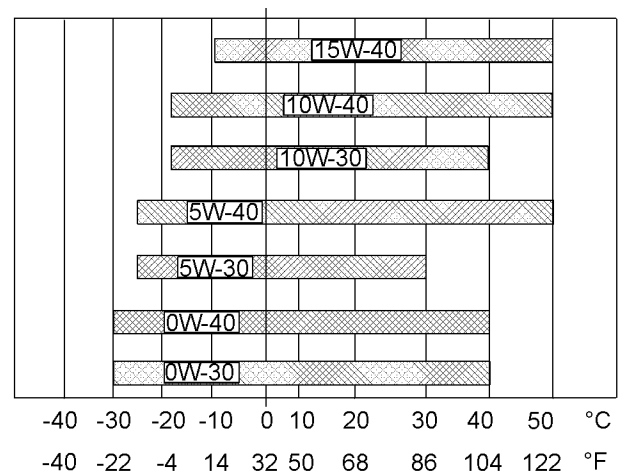

Abbildung 72
Informationen zur Bestimmung der erforderlichen Ölviskosität beim Starten eines kalten Motors sind der Abbildung 72 (Tiefsttemperatur) zu entnehmen.
Zur Bestimmung der notwendigen Ölviskosität für den Motorbetrieb bei der höchsten zu erwartenden Umgebungstemperatur siehe Abbildung 72 (maximale Temperatur).
- Siehe die entsprechenden "Schmierstoffviskositäten". Siehe die entsprechende Abbildung 72, um den richtigen Viskositätsgrad für den Motor zu bestimmen.